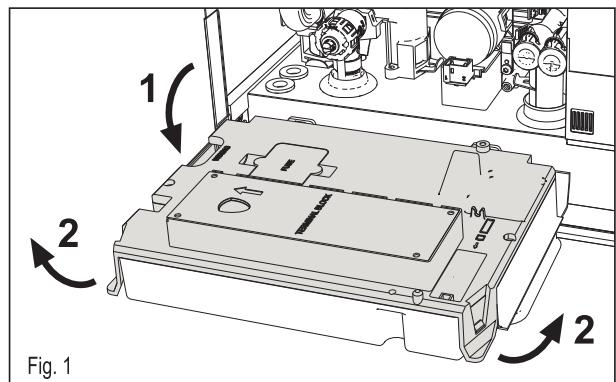

Fig. 1
- Nel caso in cui l'impianto non sia stato scaricato è possibile accorciare il ciclo di sfiato aria, alimentando la caldaia con il tasto rif. 7 di fig.1 del manuale, premuto. Non appena il display attiverà tutti i simboli, rilasciare il tasto. Attendere la scomparsa della scritta "FH"; il display visualizza ECO e la temperatura di mandata.